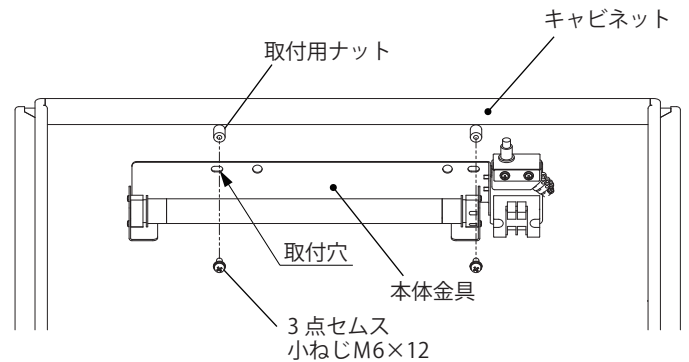

図2
3. キャビネットの取付用ナットに、本体金具の取付穴を利用して、付属の3点セムス小ねじ M6×12(2か所)にて取り付けてください。(図2)